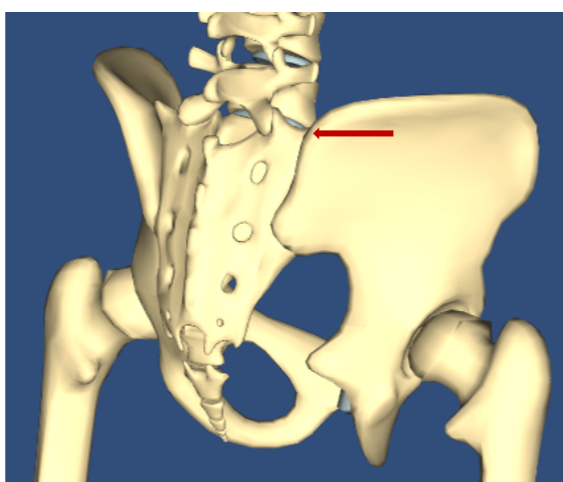

图 2g
- 出针点为髂后上棘或者略偏髂后上棘内侧即可。令患者翻身将以穿好的骨针放入软硬适中的方垫间隙，避免固定针和床发生接触，重新消毒铺单，在用同样的方法穿入对侧骨针（图 2g）。